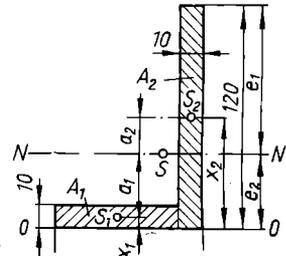

Bild 64
98. Für den in Bild 64 dargestellten Querschnitt eines ungleichschenkligen Winkelstahles sollen das Trägheitsmoment und die Widerstandsmomente für die Nulllinie N berechnet werden.